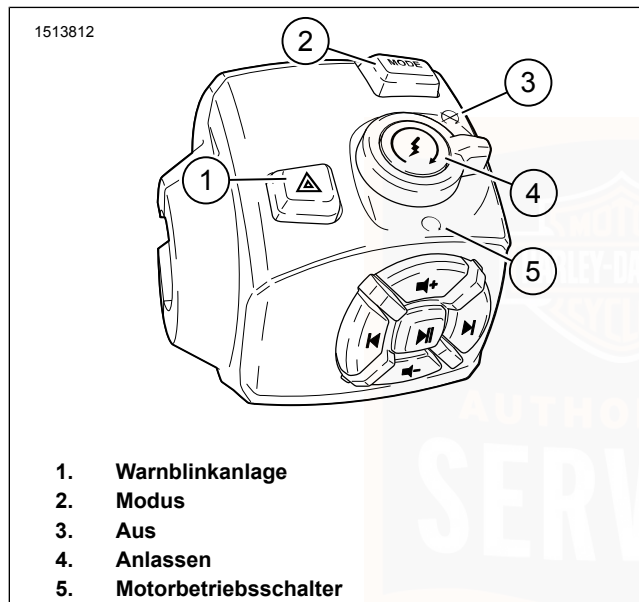

Abbildung 35. RHCM – oben
Siehe Abbildung 35. Der Warnblinkerschalter (1) dient zur dauerhaften Aktivierung des Vierfach-Warnblinkers bei einem liegengebliebenen Motorrad. Mithilfe der Warnlinker kann das Motorrad mit ausgeschalteter Zündung zurückgelassen werden, bis Hilfe geholt wird.
Siehe Abbildung 35. Die Modustaste (2) drücken, um den Fahrmodus zu ändern.
Siehe Abbildung 35. Den Motorbetriebsschalter in Stellung OFF (AUS) (3) drücken, um den Motor abzustellen.
Siehe Abbildung 35. Den Motorbetriebsschalter in Stellung RUN (BETRIEB) (3) drücken, damit der Motor starten und laufen kann. Der Motorbetriebsschalter muss sich in der Stellung RUN (BETRIEB) befinden, damit der Motor angelassen und betrieben werden kann.
Siehe Abbildung 35. Den Motorbetriebsschalter in Stellung RUN (BETRIEB) (5) drücken, damit der Motor starten kann.
1. Den Motorbetriebsschalter in die BETRIEB-Stellung bringen (3). Das Getriebe in den Leerlauf schalten. Die (grüne) Leerlauf-Kontrollleuchte leuchtet auf. Siehe Anlassen des Motors (Seite 112) >.
2. Den Anlasser durch Drücken des Anlasserschalters (5) betätigen.